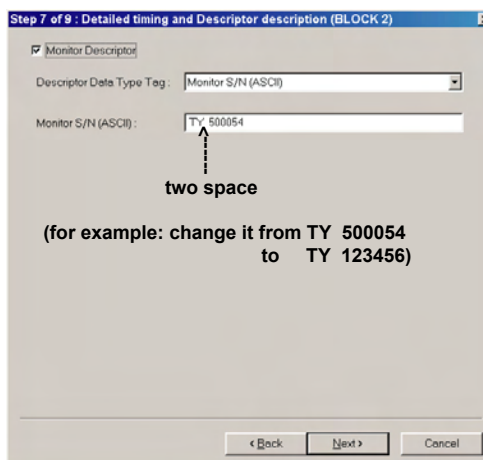

Fig. 15
1. Clique **Next** até que o passo 7 apareça na tela como mostrado na fig. 15.